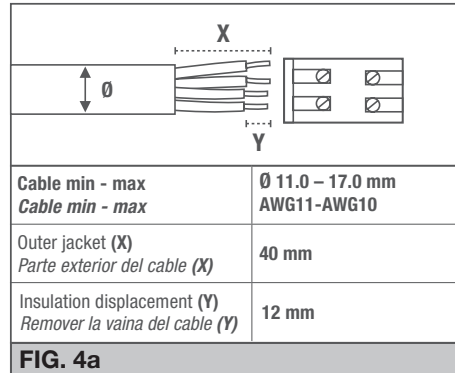

FIG. 4a
- Remove the outer jacket from the cable and the insulation from the four wires, shown in **Fig. 4a**
Remover la parte exterior del cable de los 4 cables como mostrado en la foto Fig. 4a